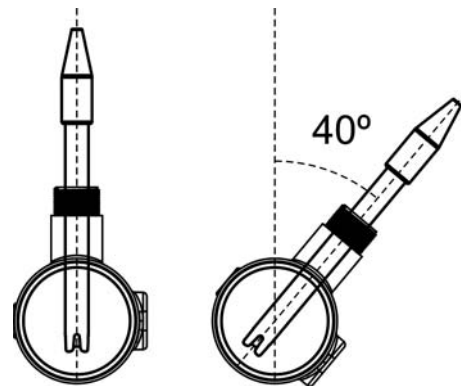

Fig. 13
4. **Installeer de pH-/ORP-sondes bij voorkeur in een verticale positie of met een maximale hellingshoek van 40° (Fig. 13).**